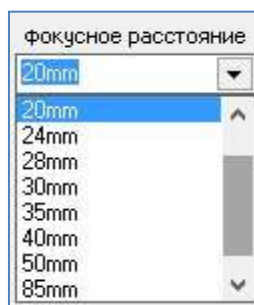

Рисунок 63 – Поле «Фокусное расстояние» с выпадающим списком
- в поле «Фокусное расстояние» окна «Линейная съемка» выбрать из выпадающего списка значение фокусного расстояния, соответствующее фокусному расстоянию установленного на БВС фотоаппарата (Рисунок 63);